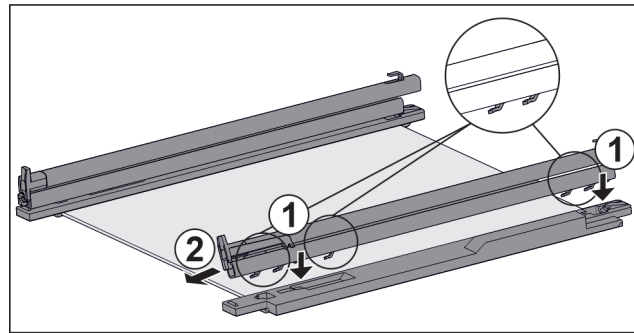

Fig. 46 Ripiano in vetro con guide e fermi
- ▶ Inserire il gancio della guida sulle aperture del **gancio** sinistro. Fig. 46 (1)
- ▶ Tirare la guida in avanti. Fig. 46 (2)
- ▶ Inserire il gancio della guida nelle aperture del **gancio** destro. Fig. 46 (1)